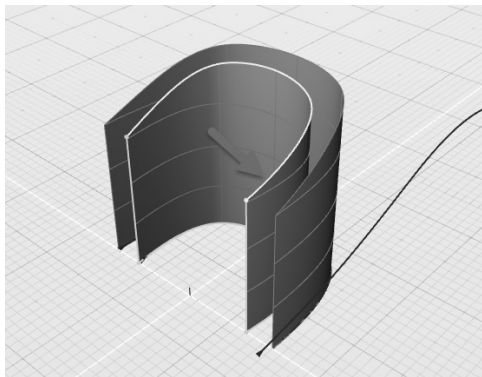

图 5-89 选中内部曲面并单击起点附近位置
2) 当控制台提示“拾取曲面#2”时, 单击椅背内部修剪曲面, 当控制台提示“拾取曲面#2 起点附近的边线”时, 拾取该选中曲面的顶部边线, 注意选取位置需在图 5-89 中箭头